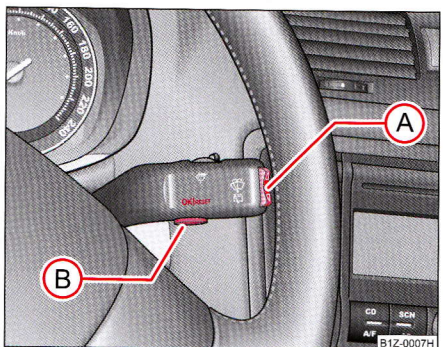

Fig. 12 Display-ul cu informații: Elementele de comandă
- **MAIN MENU (MENIUL PRINCIPAL)** se activează prin apăsarea tastei basculante **(A)** ⇒ fig. 12 mai mult de 1 secundă.